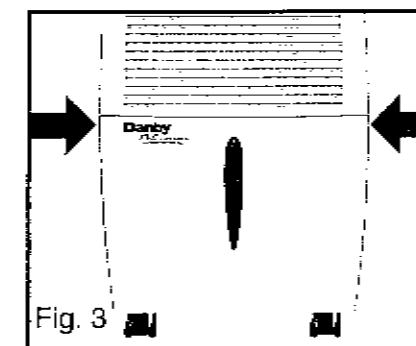

Fig. 3
1. Enlevez le réservoir d'eau du caisson (Fig. 3)